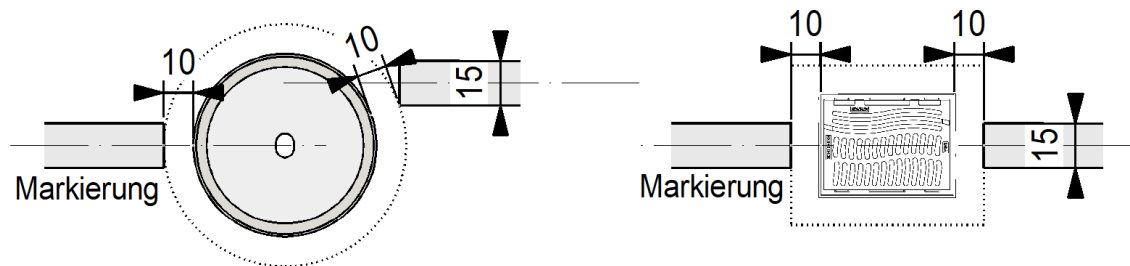

Abbildung 6 Schacht-Armaturen
- Der Anschlussabstand zwischen Führungs- und Haltelinie soll immer 50cm betragen (Abbildung 6)